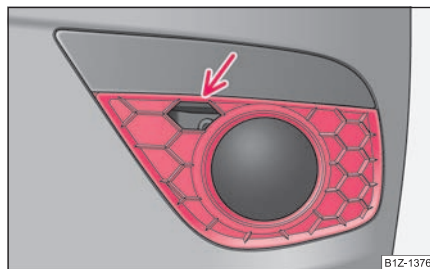

Fig. 248 Bara de protecție față: Octavia RS
- Introduceți un deget în deschizătura ⇒ pagina 262, fig. 248 și scoateți capacul.